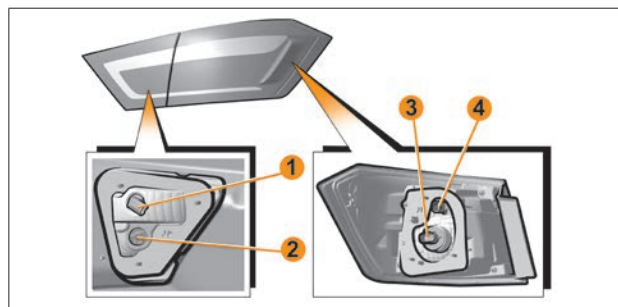

Рис. 13. Задние фонари
Для замены лампы света заднего хода **1** (рис. 13) необходимо:
- преодолевая сопротивление держателей, отогнуть обивку крышки багажника для доступа к патрону-разъему **1** (рис. 13). Во избежание повреждения обивки, отгибание производить на величину не более 7–8 см;
- повернуть патрон-разъем **1** (рис. 13) против часовой стрелки и вынуть его из посадочного места в сборе с лампой;
Для замены лампы габаритного огня **2** (рис. 13) необходимо: – применяя аналогичную последовательность, что и для замены лампы света заднего хода **1**, обеспечить доступ к патрону-разъему **2** лампы габаритного огня;